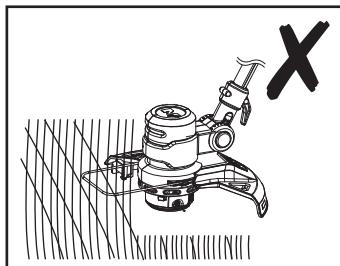
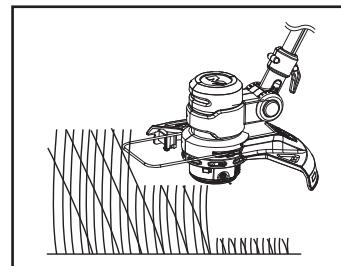

Fig. 16
Fig. 17
- Asigură-te că dispozitivul de tăiere este curat și fără resturi ce pot produce blocarea. Verifică periodic. Eliberează comutatorul de pornire/oprire (2) și deconectează produsul de la sursa de alimentare înainte de a verifica.
- Taie iarba mai lungă în mai multe etape, nu dintr-o singură mișcare (fig. 16). Pentru cele mai bune rezultate, taie iarba mai lungă în etape (fig. 17).